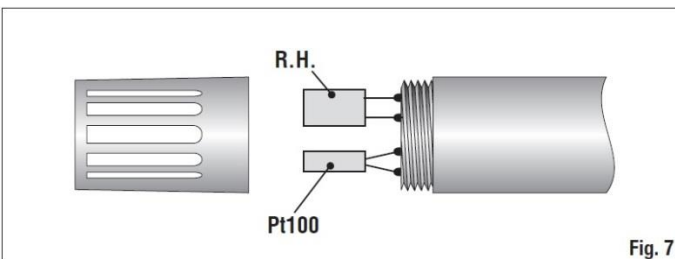

Fig. 7
- Lösen Sie den Pt100 Sensor (den schmalsten) und löten Sie an dessen Stelle die Ausgangsleitungen oder die des Pt100 Simulators oder eines Präzisionswiderstandes, wie in Abb. 7 und 8 zu sehen. Warten Sie dann einige Sekunden bis die Verbindungsstelle abgekühlt ist.